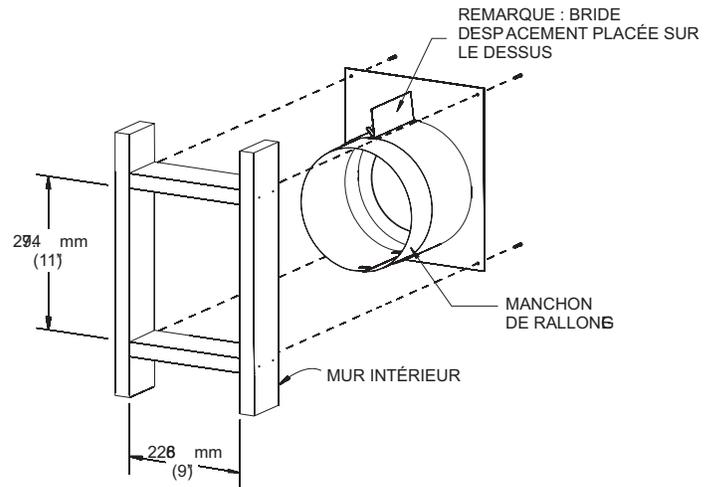

Figure 54
2. Découper un passage pour la pose de l'ensemble manchon d'emboîtement/coupe-feu (Figure 54) à travers le mur combustible. Remarque : S'il s'agit d'un mur extérieur en maçonnerie, percer un trou de 178 mm (7 po) de diamètre.
Mesurer l'épaisseur totale du mur pour déterminer si le manchon de rallonge est nécessaire. Utiliser le manchon de rallonge (Figure 54) si l'épaisseur de mur combustible est supérieure à 137 mm (5-3/8 po).
3. Poser le manchon d'emboîtement à travers l'ouverture ossaturée de manière à placer la plaque coupe-feu contre le mur intérieur (Figure 54). La partie télescopique doit traverser complètement jusqu'au mur extérieur. Fixer avec quatre (4) vis de 10 x 1 po.